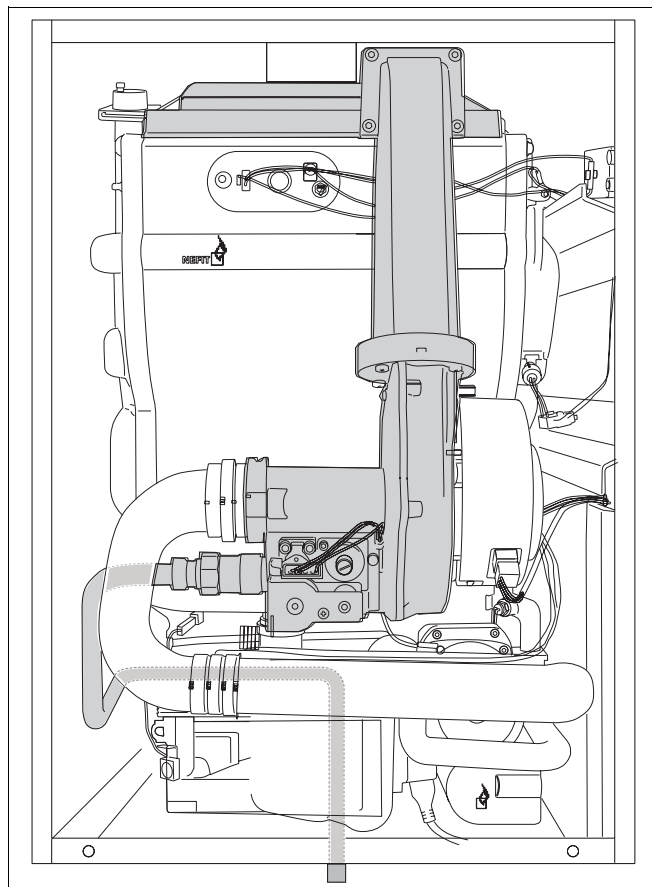

fig. 39 Gasvoerende delen voor dichtheidcontrole
- Controleer alle gasvoerende delen en verbindingen op gasdichtheid (zoals gasleiding, gasregelblok, branderdeksel en de wisselaar), → fig. 39. Gebruik voor de dichtheidstest enkel producten die zijn goedgekeurd voor de detectie van gaslekken.